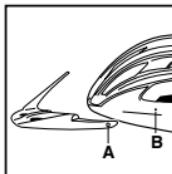

Figura 12
2. Para volver a colocar el visor, céntrelo en el casco y sujetelo los pernos (A) del visor en los orificios (B) del casco, Figura 12.